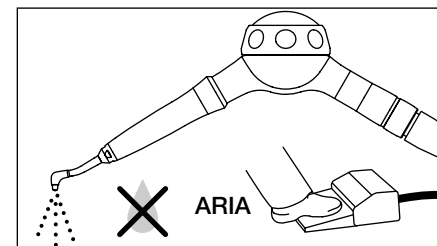

Fig. 5
- ② Erogare un getto d'aria a vuoto in modo da rimuovere dagli ugelli qualsiasi traccia di polvere e di acqua (Fig. 5).